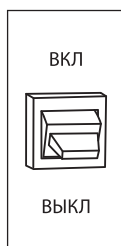

рис. 12
В аварийной ситуации для остановки двигателя генератора переведите выключатель зажигания в положение «Выкл» (рис. 12).
5. Установите выключатель зажигания в положение «ВЫКЛ» (рис. 12).